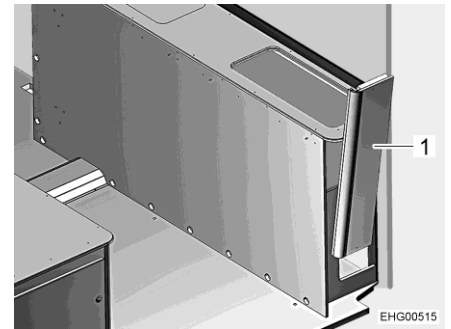

Bild 118 Sänglåda höger, sidoplåt
- Ta bort sidoplåten (Bild 118,1) uppåt medan du försiktigt skakar den.